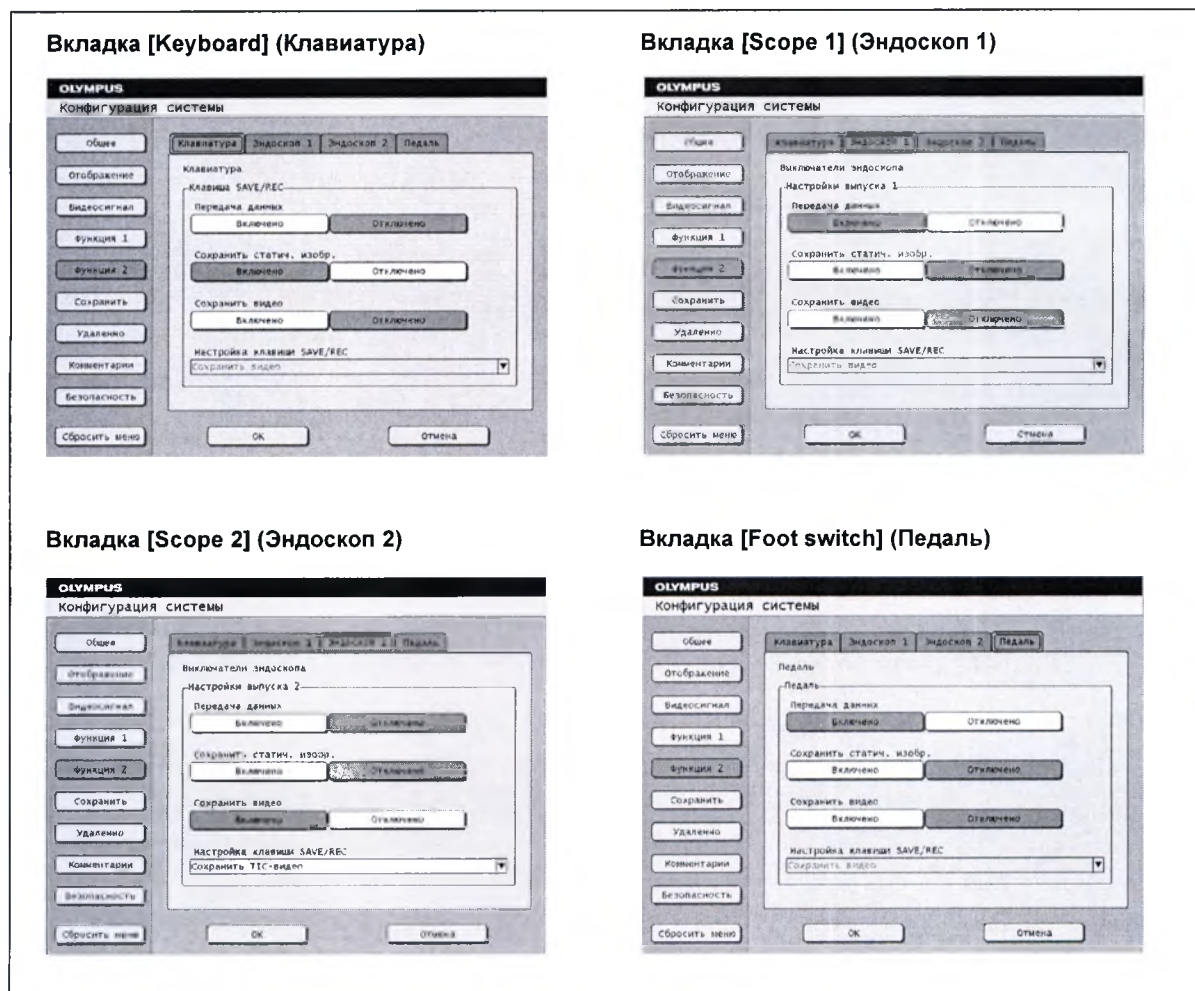

Рисунок 4.19
- 2 Выберите группу [Function 2] (Функция 2) с помощью клавиши-стрелки или трекбола. Сначала отобразятся настраиваемые элементы на вкладке [Keyboard] (Клавиатура). (см. рис. 4.19)